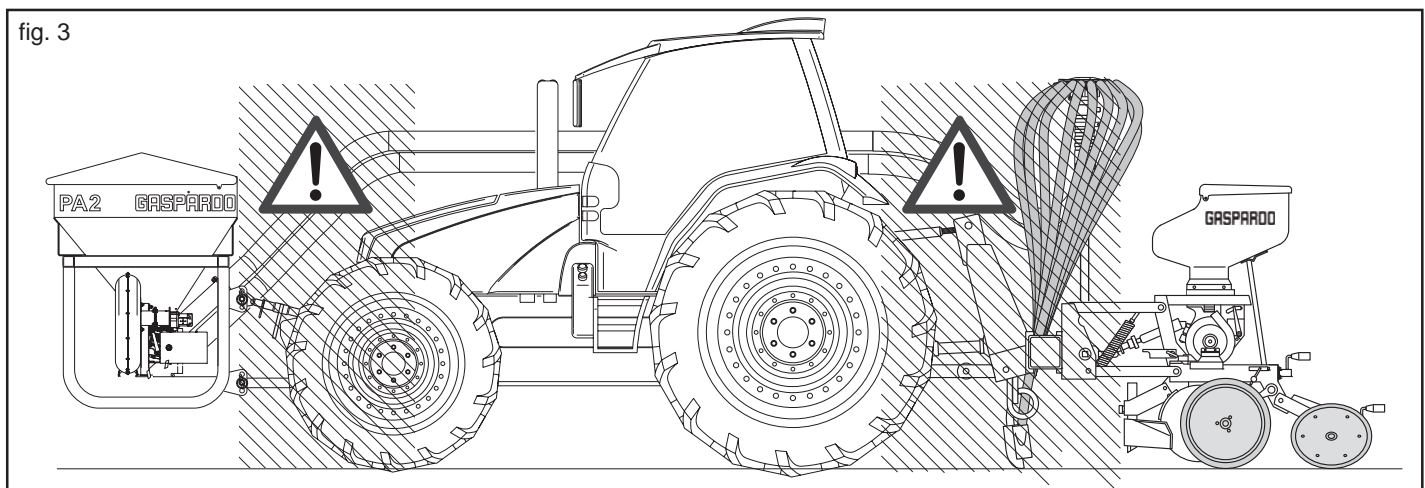

fig. 3
- 5) È assolutamente vietato interpersi fra il trattore e l'attacco per manovrare il comando dall'esterno per il sollevamento (Fig. 3).
- 6) È assolutamente vietato interpersi tra il trattore e l'attrezzatura (Fig. 3) con motore acceso e cardano inserito. È possibile interpersi solo dopo aver azionato il freno di stazionamento ed aver inserito, sotto le ruote, un ceppo o un sasso di bloccaggio di adeguate dimensioni.